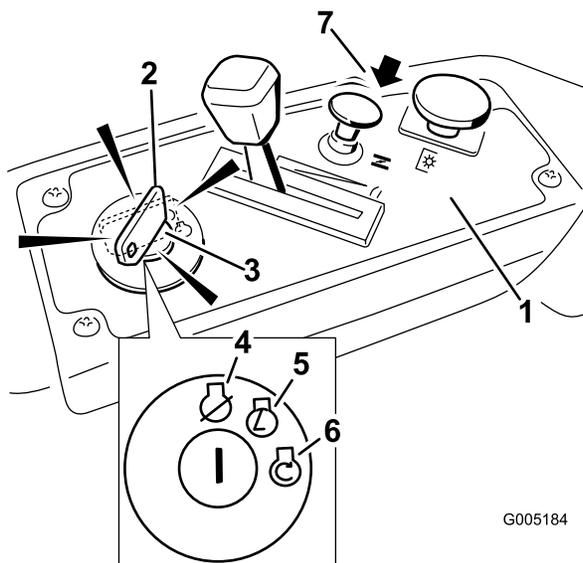

Figura 13
- Gire la llave de contacto a Arranque para activar el motor de arranque. Cuando el motor arranque, suelte la llave (Figura 13).
- Cuando el motor haya arrancado, empuje el control del estárter hacia abajo (Figura 13). Si el motor se cala o funciona irregularmente, tire hacia arriba del control del estárter y deje funcionar el motor durante unos segundos. Luego empuje el control del estárter hacia abajo. Repita este procedimiento tantas veces como sea necesario.
- Gire la llave de contacto a la posición Desconectado (Figura 13) y retire la llave.